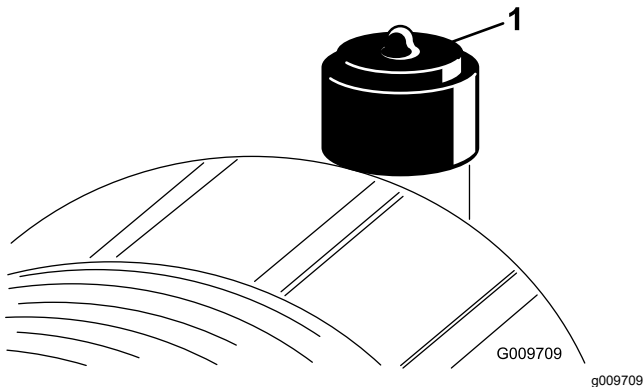

Bild 51
Warten Sie den Luftfiltereinsatz nur, wenn die Verstopfungsanzeige dies angibt (**Bild 51**). Das frühzeitige Auswechseln des Luftfilterelements erhöht die Gefahr, dass Schmutz in den Motor gelangt, wenn Sie das Filterelement entfernen.
2. Stellen Sie die Verstopfungsanzeige (**Bild 51**) zurück, wenn sie auf Rot steht.